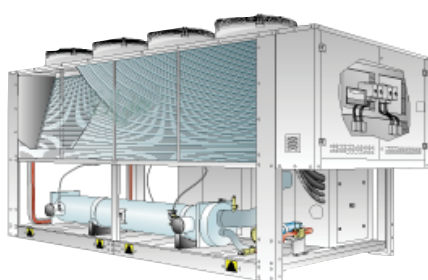

Fig. 1
- PLACA TÉCNICA Posicionada en el larguero lateral derecho (véase la fig. 1)